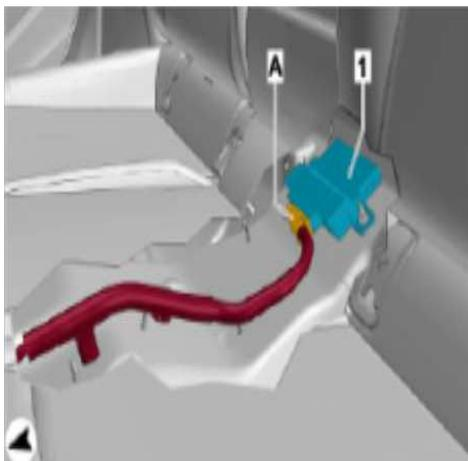
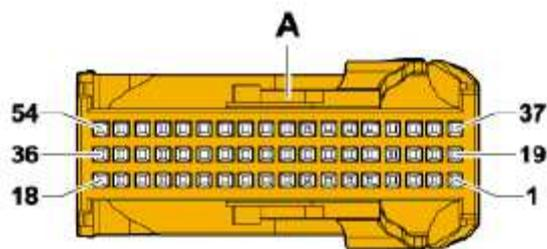

Bild 10
Bild 11
20. Den Stecker zum Modul unter dem Teppich zum Diagnoseinterface (Bild 10) nach hinten durchführen. Am 54-poligen Stecker schwarz (Bild 11) Pin 50 orange-braun (Can1) und Pin 51 orange-schwarz ausklipsen. Die beiden Kontakte in die 2-polige Buchse farbgerecht einsetzen, Stecker wieder aufsetzen.